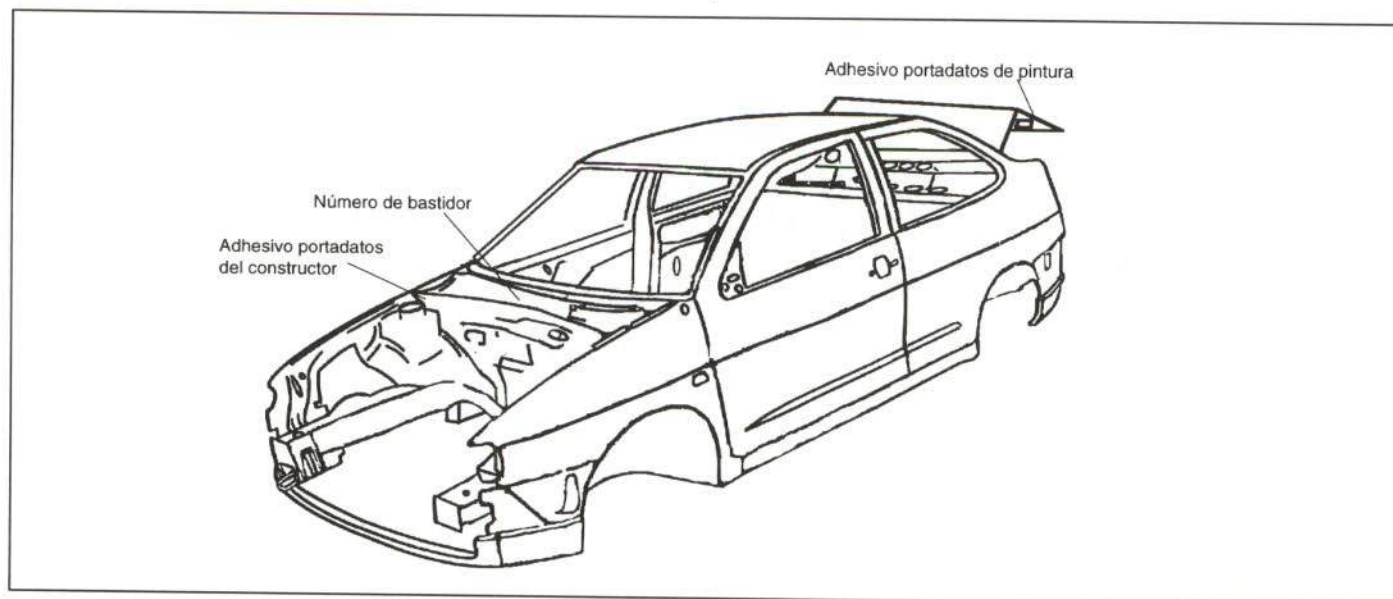

Figura 1.- Situación de las placas de identificación del vehículo
La situación de estas placas se refleja en la figura 1.
• La placa del constructor se encuentra situada en el lado derecho del hueco de entrada de aire al habitáculo, en el vano motor (figura 1).